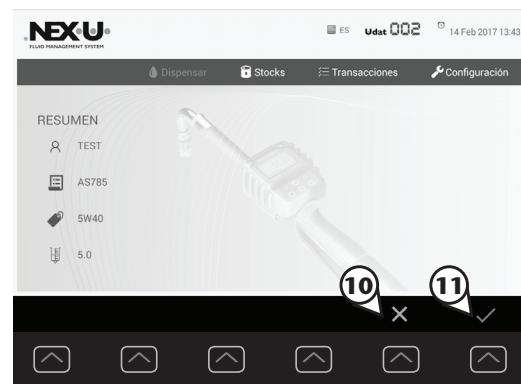

Fig. 17
En último lugar se muestra la pantalla resumen (**Fig. 17**) que recoge todos los datos introducidos en los 4 pasos anteriores. Si desea modificar alguno de estos parámetros pulse la tecla de cancelación (10) y si están correctos pulse la tecla de confirmación (11) para iniciar el dispensado.